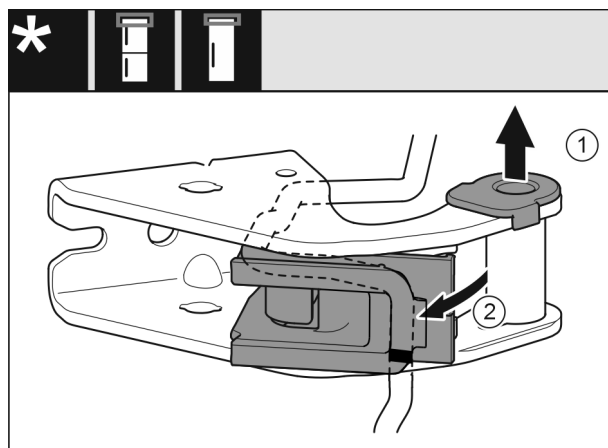

Fig. 26
- Estrarre la boccola dalla guida. Fig. 26 (1)
- Ruotare verso l'esterno il supporto cavi. Fig. 26 (2)